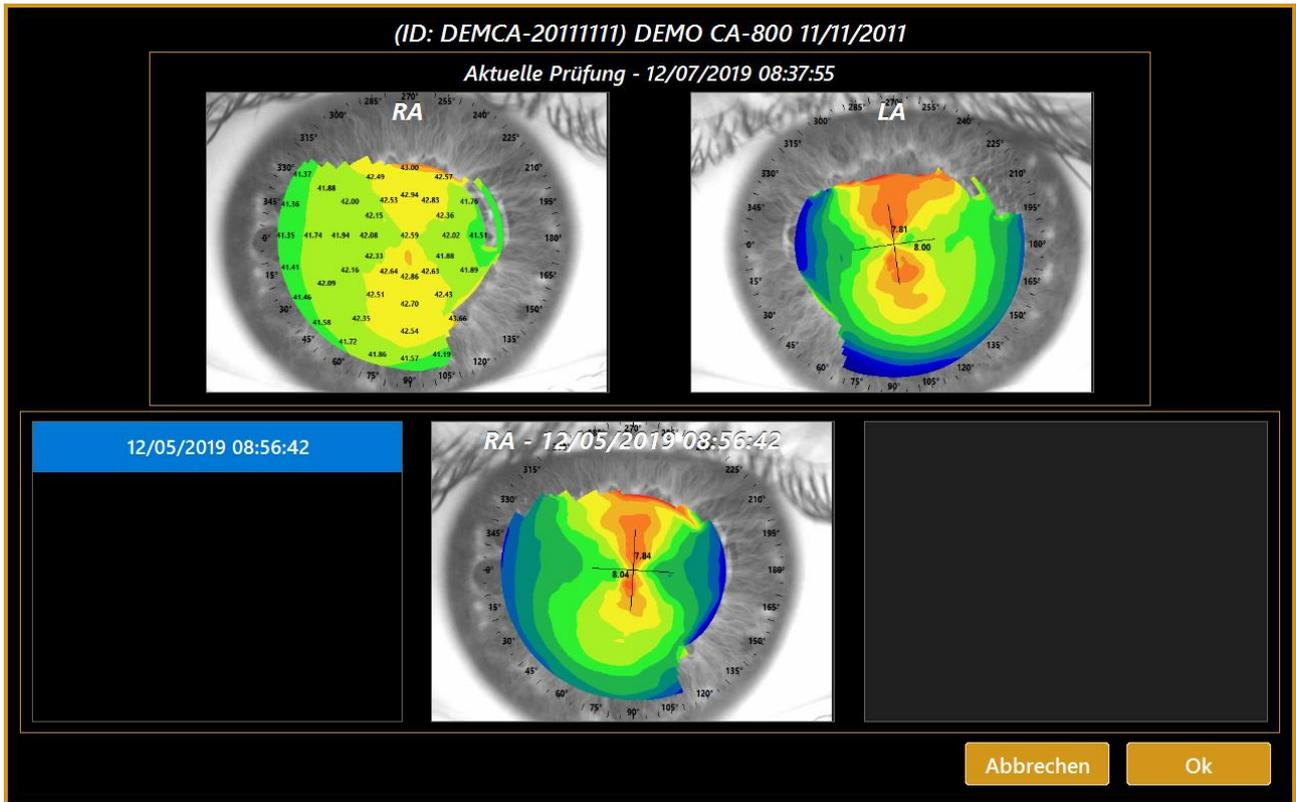

Abb. 42
- ✓ **Differentiale Oberfläche:** Der Bediener kann die Bildaufnahme einer anderen Untersuchung desselben Patienten wählen, um diese mit dem vorliegenden Untersuchungsergebnis zu vergleichen (Abb. 42).